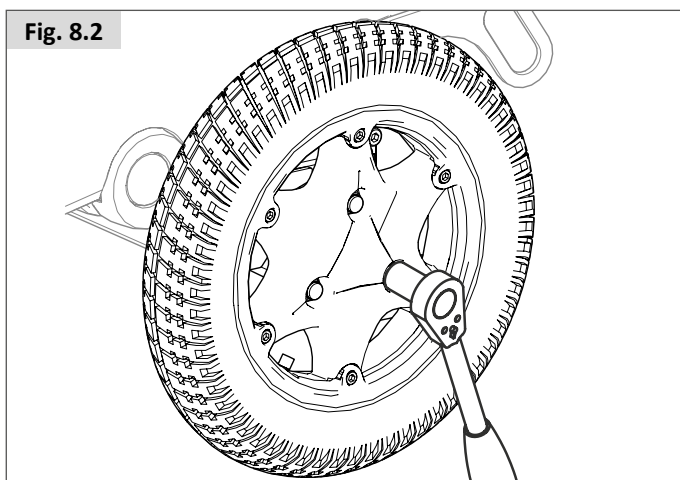

Fig. 8.7
- Levante y retire el neumático y la cámara de la llanta exterior (Fig. 8.7)